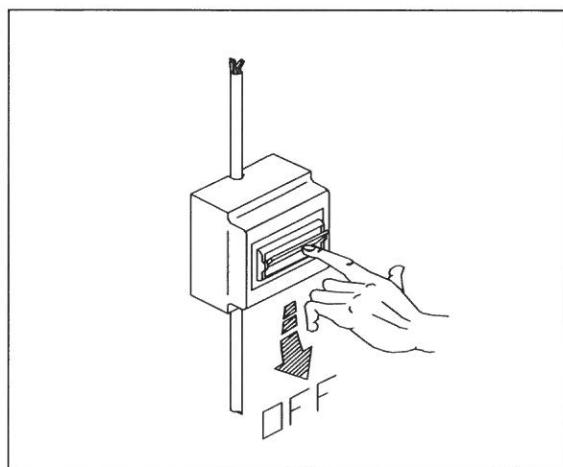

Fig. 5-1
**ПРИМЕЧАНИЕ:** Перед выполнением любой операции по обслуживанию вынуть вилку шнура электропитания машины из розетки. (Рис. 5-1)
**N.B.: Before any technical service, disconnect the machine from the mains. (fig. 5-1)**
**N.B.: Vor jedem kundendienst die machine vom stromnetz ausschalten. (Рис. 5-1)**
**N.B.: Avant de toute intervention, débrancher l'appareil de l'électricité. (Рис. 5-1)**
**N.B.: Desconecte siempre el aparato de la red antes de cualquier operación de arreglo. (Рис. 5-1)**